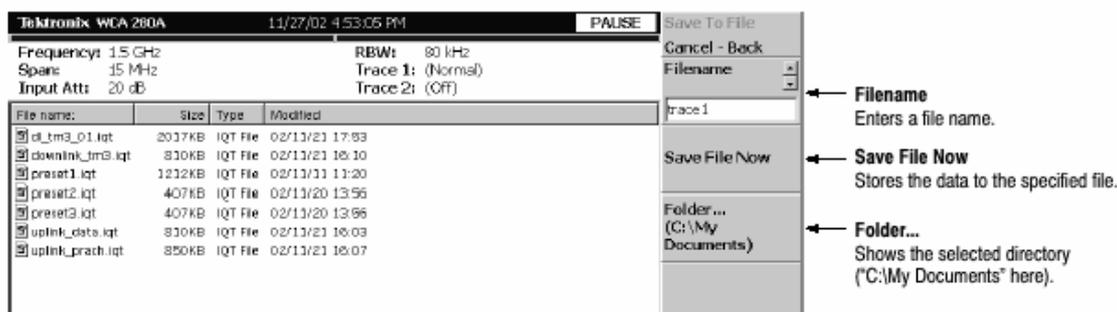

图 3-76 保存到文件菜单
- d. 按压 Filename 侧面键 (见图 3-76) 同时使用前面板软键输入文件名。